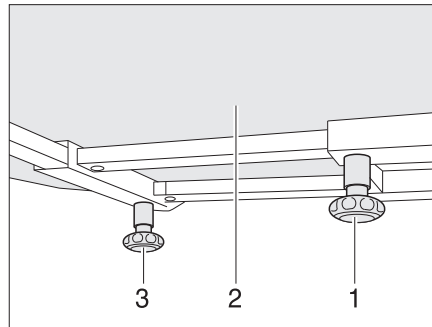

Fig. 102 Mesa fija
- Aflojar el tornillo moleteado (Fig. 102,1).
- Desplazar a la posición deseada el tablero de la mesa (Fig. 102,2).
- Aflojar el tornillo moleteado (Fig. 102,3).